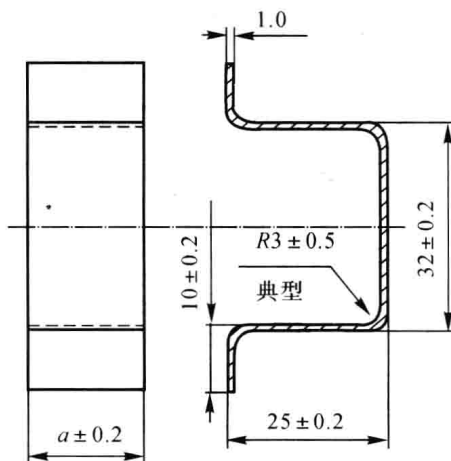

图 2.1 手工弯曲零件
1. 在 $\delta 1.0 \text{ mm} \times 100 \text{ mm} \times 40 \text{ mm}$ 的铝合金材料上完成如图 2.1 所示的手工弯曲零件(a 为变动尺寸)。